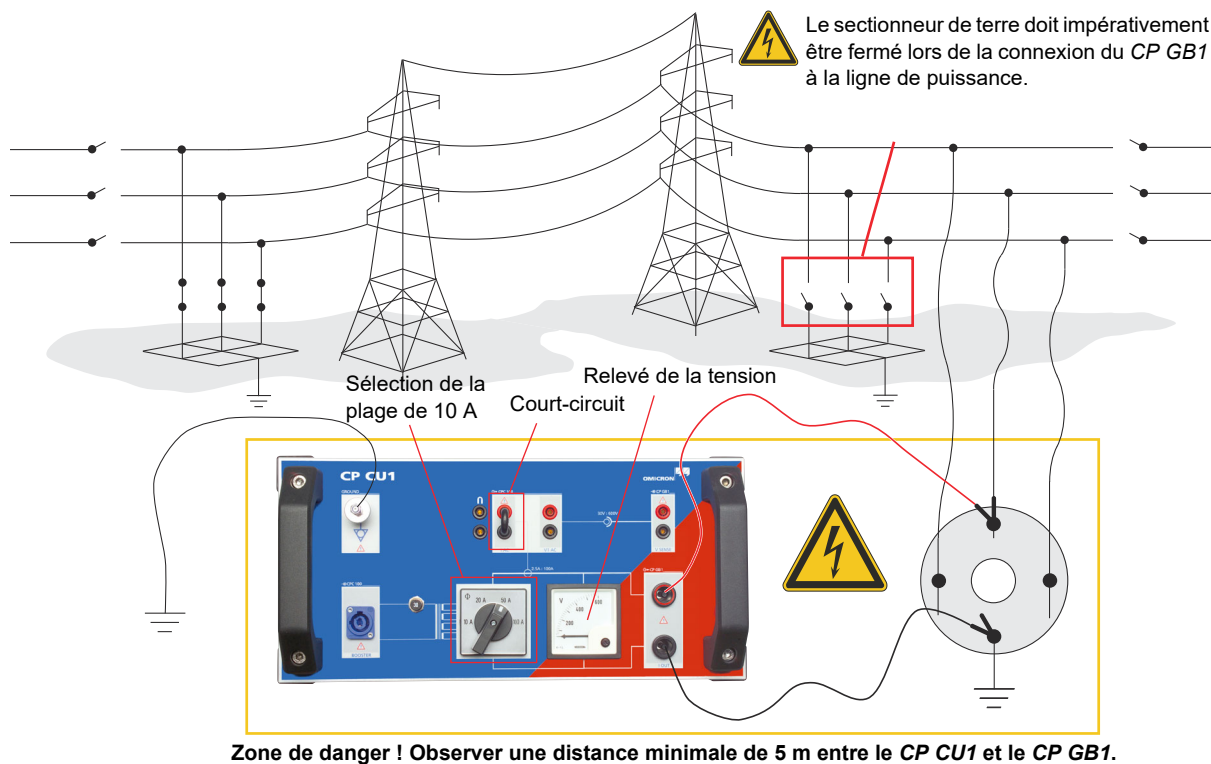

Figure 3-2: Mesure de la tension induite à l'aide du *CP CU1*
- Installer le *CP CU1* et le *CP GB1* comme indiqué à la figure 3-2 ci-dessous. Les pinces Kelvin sur le boîtier de mise à la terre doivent être connectées à la phase avec le courant induit mesuré le plus élevé, ainsi qu'à la terre.
Dans l'exemple de la figure 3-2 ci-après, le *CP CU1* est connecté à la phase L2 et à la terre.
3. Connecter les câbles de l'équipement de mise à la terre utilisé pour estimer la tension en ligne ouverte (voir l'étape 3. page 28) au *CP GB1* (voir la Figure 3-2: page 30).
6. Connecter le *CP CU1* au *CP GB1*, comme illustré à la Figure 3-2: page 30.